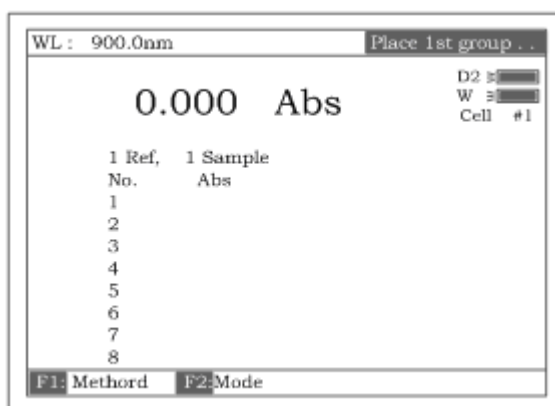
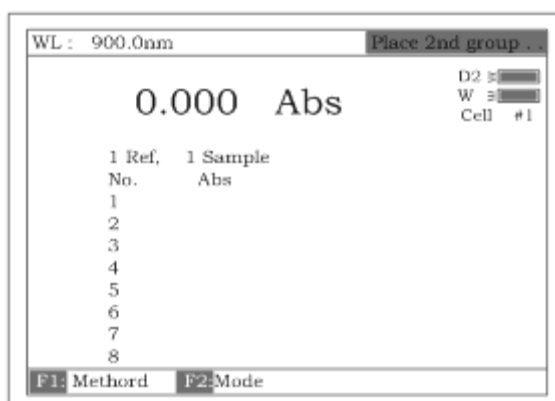

Рисунок 105
Рисунок 106
7. Нажмите **[СТАРТ/СТОП]**, экран примет вид, показанный на рис.105. В верхней правой строке экрана появится запись "Place 1st group..." (установите первую группу). Нажмите клавишу [0Abs/100%T]. С 8 контрольных растворов одновременно снимаются показания, а вид экрана изменяется (рис.106).